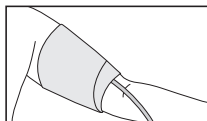

Fig.10
4. Dacă brațul are o formă conică evidentă, atunci se recomandă de a îmbrăca manșonul în mod spiralat după cum este arătat (fig.10).